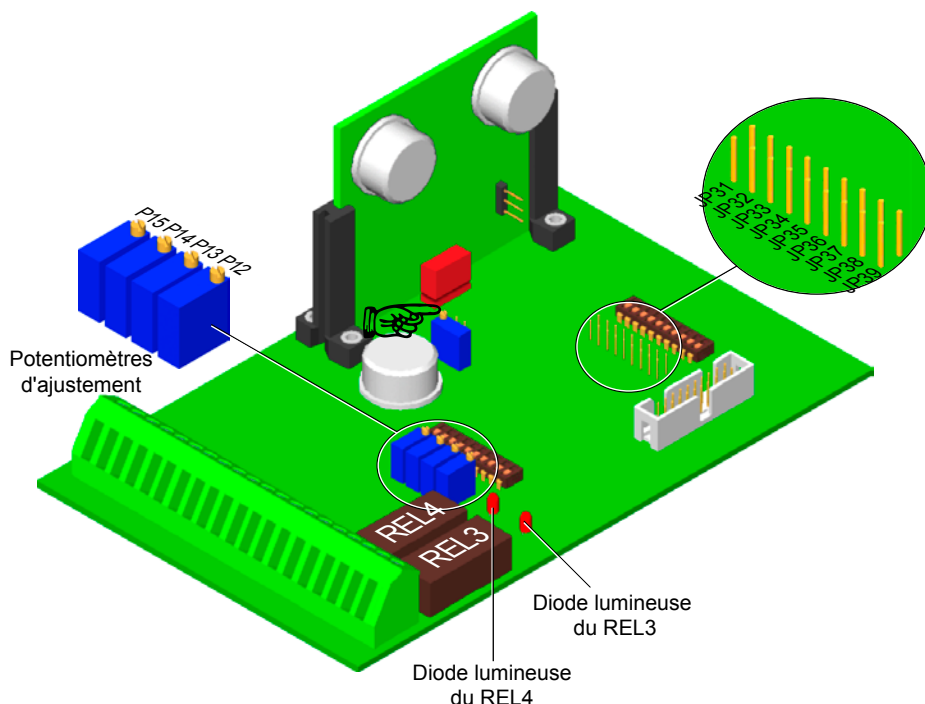

Figure 3-4 Emplacement des diodes des relais REL3 et REL4 et des éléments d'ajustement
- Pour l'ajustement des seuils de détection U_{level3} et U_{level4} , il faut relier $U_{O/P \text{ level3}}$ et $U_{O/P \text{ level4}}$ à $U_{O/P}$ en vérifiant que le signal de test passe bien par C1 (voir *Annexe A*), après avoir connecté les cavaliers JP37 et JP38. Ces cavaliers sont montrés à la *figure 3-4*.
3. Tourner le potentiomètre P12 jusqu'à ce que la diode lumineuse du relais REL3 s'allume. La *figure 3-4* donne l'emplacement des potentiomètres P12 à P15 et de la diode lumineuse.
3. Tourner le potentiomètre P14 jusqu'à ce que la diode lumineuse du relais REL4 s'allume. La *figure 3-4* donne l'emplacement des potentiomètres P12 à P15 et de la diode lumineuse.